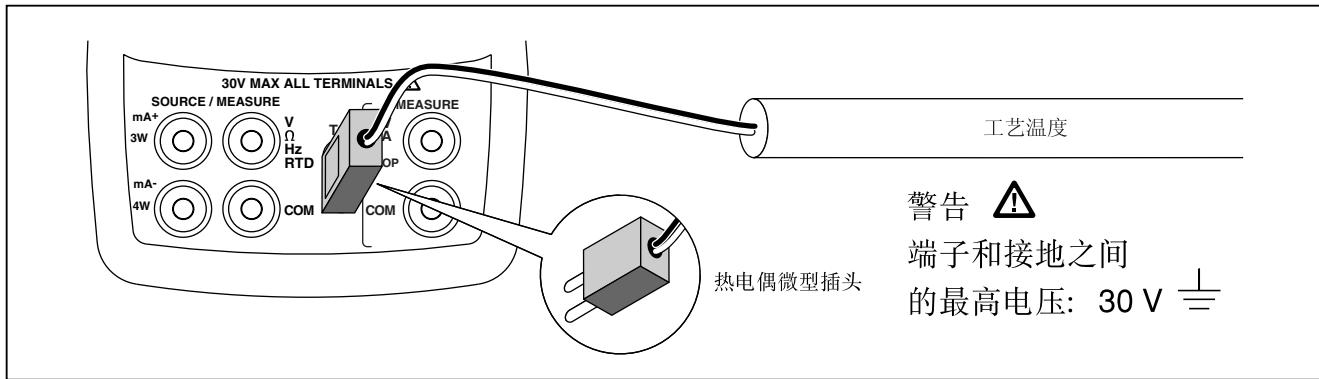

图 10. 测量热电偶的温度
1. 把热电偶的导线接到适当的热电偶 (TC) 小插头，然后插入校准仪的 TC 输入/输出插孔，如图 10 所示。小插头的一个脚比另一个宽。切勿强制把小插头插入。